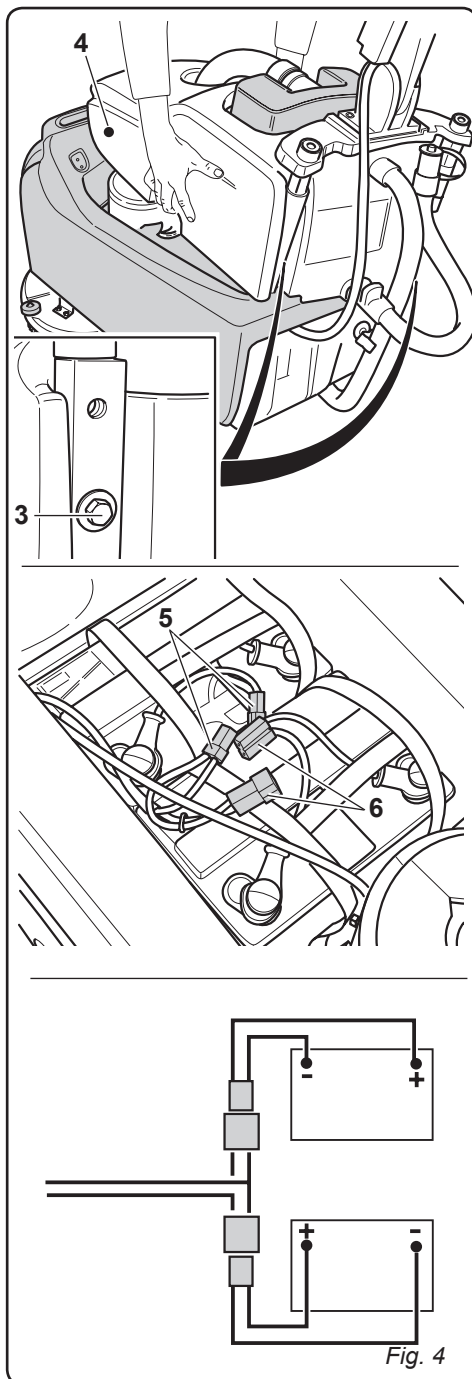

Fig. 4
3.1.b - Branchement de la batterie (seulement pour les versions CB) (Fig. 4)
- Dévisser les vis (3) qui fixent le réservoir (4) au support poignée.
- Enlever le réservoir (4) de l'eau de récupération et brancher les connecteurs (5) et (6) des batteries.
- Remonter le réservoir (4) d'eau de récupération.